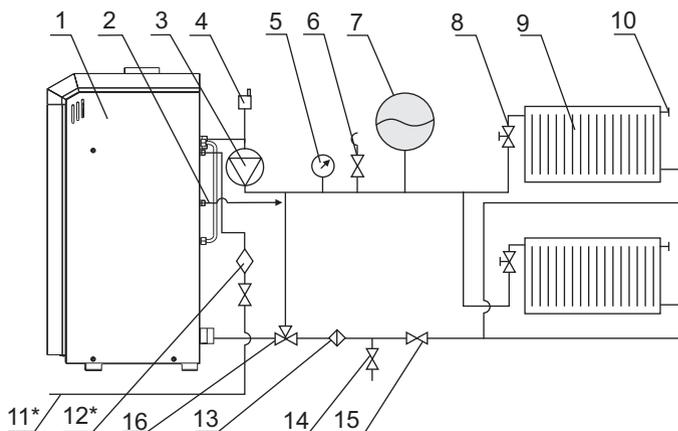

Рис. 10. Пример двухтрубной закрытой системы отопления с принудительной циркуляцией
6.13. Заполните систему отопления чистой водой с жесткостью не более 0,7 мг-экв/л и $\text{pH} = 7^{+0,3}$. **При заполнении системы жесткой водой с pH больше 7 значительно увеличивается отложение накипи на стенках котла и системы отопления, вследствие чего уменьшается эффективность котла и увеличивается расход газа!** Расширительный бачок размещается в высшей точке системы. Контроль заполнения системы водой осуществляйте по переливному патрубку, (рис.10). Объем бака должен быть не менее 8 % от объема отопительной системы.